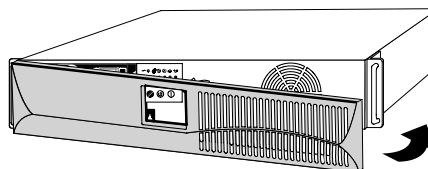

Abbildung 3. Einbauen der Vorderen Abdeckung
4. Die vordere Abdeckung der USV einbauen (siehe Abbildung 3).